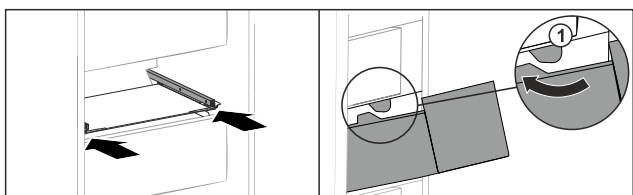

Fig. 226
- ▶ Vezesse el a fiókot az ütközők Fig. 226 (1) körül.